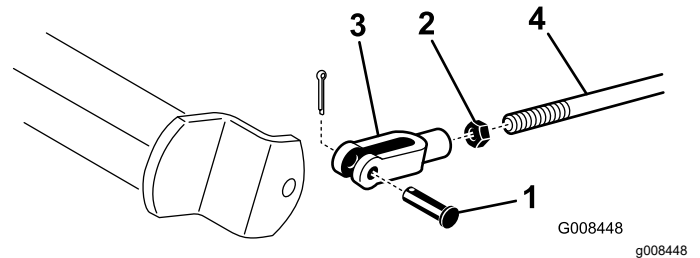

图 46
- A. 取下开口销和柱销断开刹车杆 图 46。
- B. 松开锁紧螺母并相应调节 U 形销 图 46。
- C. 将 U 形销装回刹车轴 图 46。